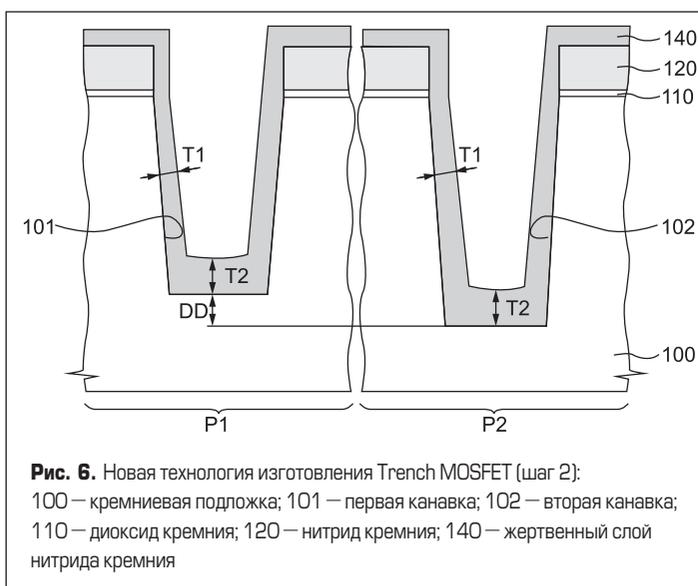

Рис. 6. Новая технология изготовления Trench MOSFET (шаг 2):
На следующем этапе проводится осаждение жертвенного слоя нитрида кремния (140) на внутренней поверхности канавок (рис. 6). Могут быть использованы другие материалы с селективностью травления по отношению к подложке (кремнию). Для осаждения используется метод физического осаждения (PVD). Выбор метода также не случаен, поскольку, используя такой метод, можно получить толщину жертвенного слоя на дне канавок (T2) намного больше, чем на боковых стенках (T1). Обратите внимание на то, что толщина жертвенного слоя (T2) одинакова для обеих канавок!